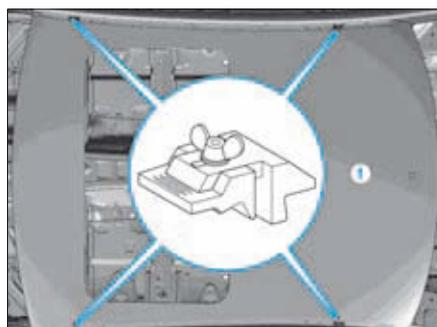

FIG. 127
- Poser et ajuster le pavillon (1) sur la caisse avec des pièces intercalaires et la maintenir avec des pinces de serrage (Fig.127).
- Percer dans la partie centrale du pavillon (1) des trous avec un foret de Ø 5,0 mm.